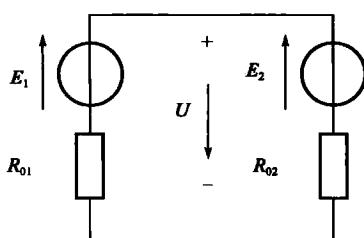

图 1-11 计算电路
(2) 电源端电压 $U = E - I \cdot R_0 = 220 - 10 \times 2 = 200(V)$
(3) 负载上的电压降 $U = R_L I = 100 \times 2 = 200(V)$
(4) 电源内阻电压降 $R_0 I = 10 \times 2 = 20(V)$
[例 1-3] 在图 1-11 所示的电路中，已知 $U=200V$ ， $I=5A$ ，内阻 $R_{01}=R_{02}=0.5\Omega$ 。求：(1) 电源的电动势 E_1 和负载反电动势 E_2 ；(2) 试说明功率的平衡。